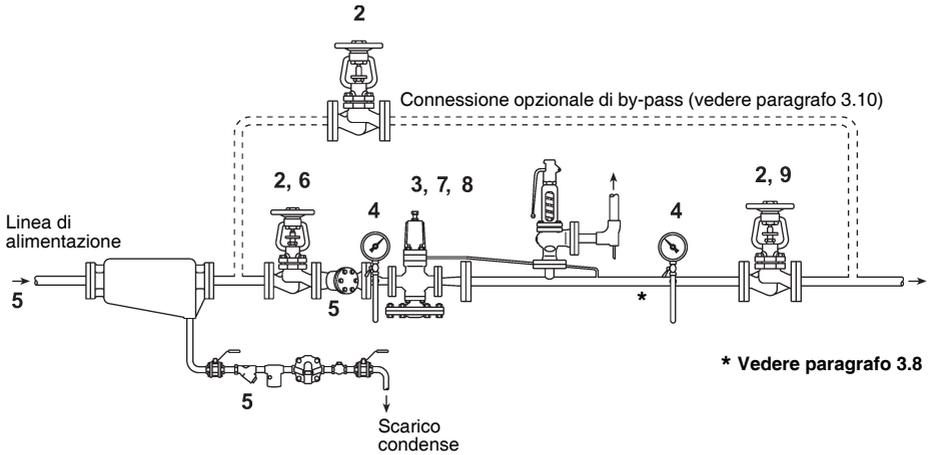
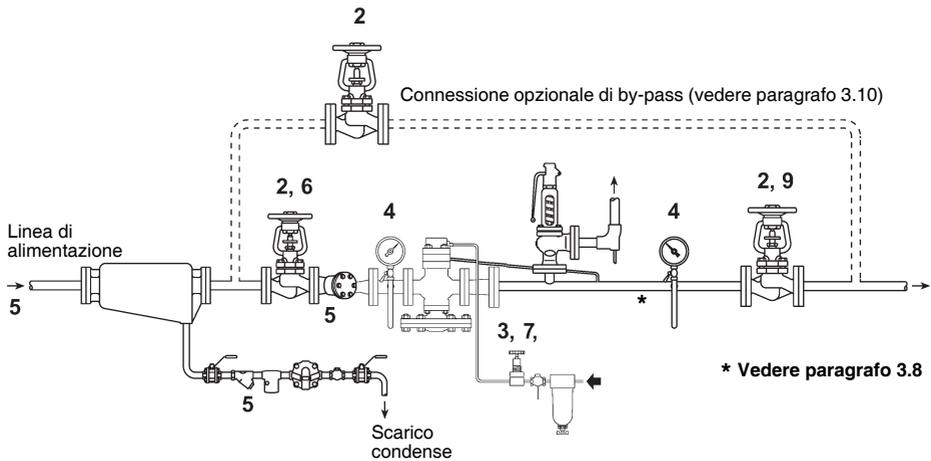

Fig. 8 - Sequenza per procedura di taratura per DP17, DP17Y, DP17E, DP17G, DP27G
Fig. 9 - Sequenza per procedura di taratura per DP17R
Un'installazione tipica viene mostrata nella Fig. 9.
4.1 Procedura di taratura (Fig. 8 e Fig. 9)
DP17, DP17Y, DP17E, DP17G, DP27G (Fig. 8)
DP17R (Fig. 9)